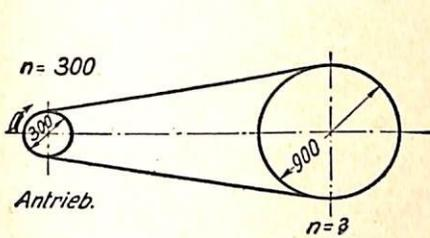

Abb. 47.
1. Bestimme die Umlaufzahl n der getriebenen Scheibe für den Riementrieb Abb. 47!
a) Riementrieb Abb. 47: